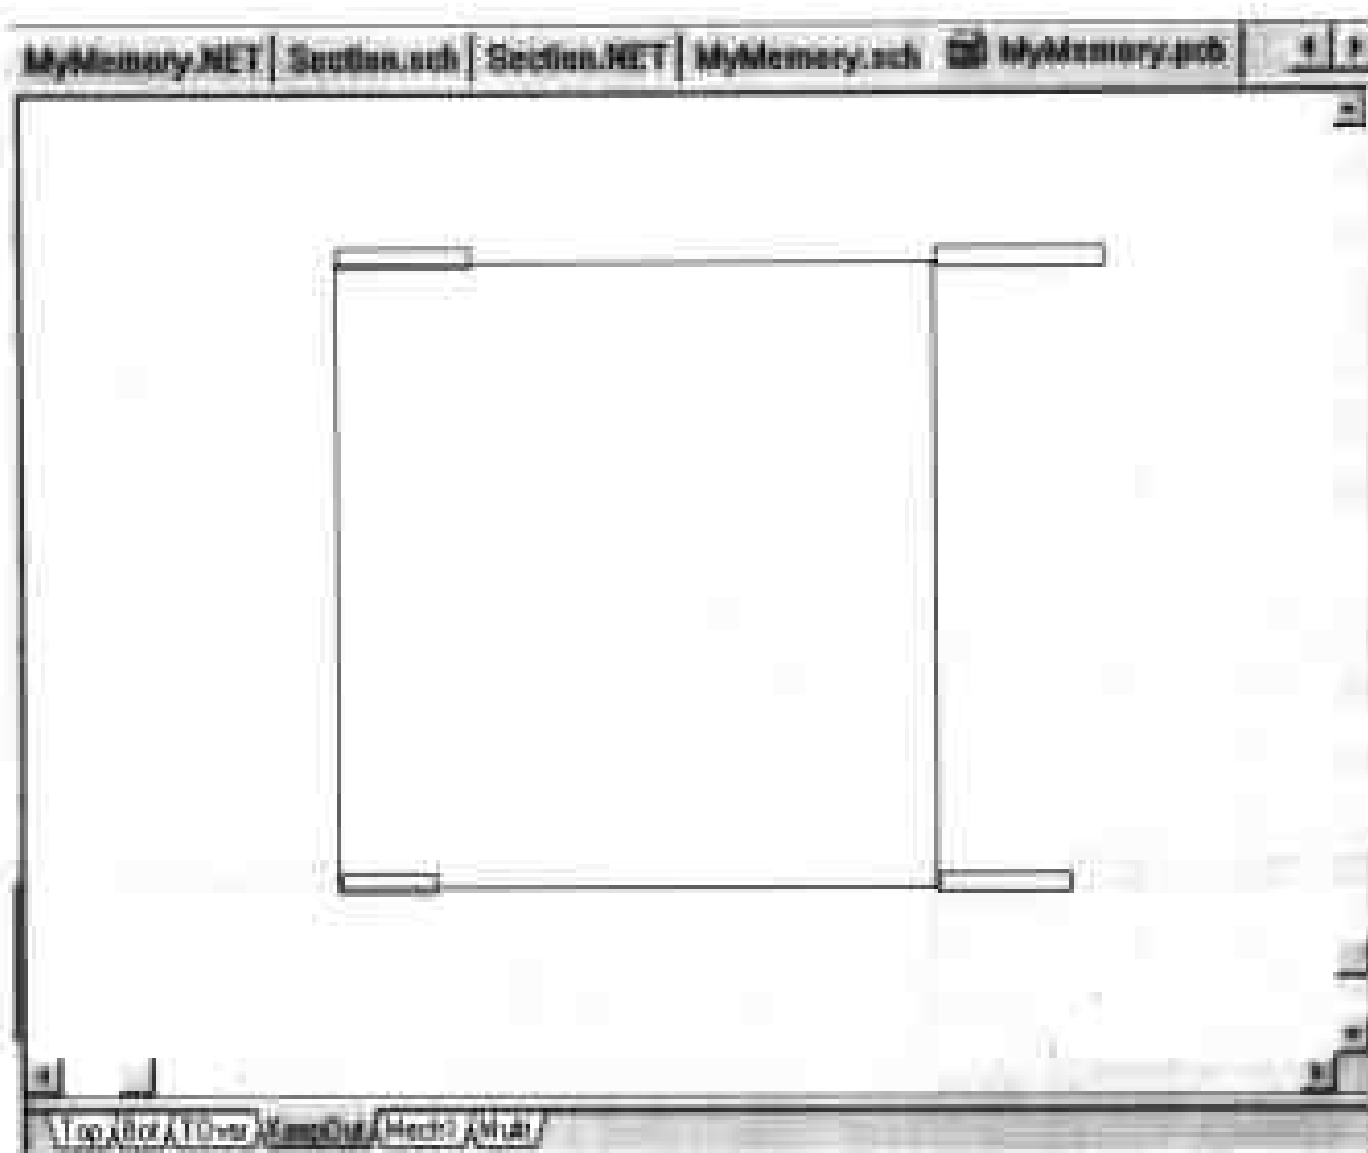

图 8-4 设置完电路板的边框
(1) 创建一个新的 PCB 文件。按照第 5 章的方法创建一个新的 PCB 文件(本例创建为 MyMemory.pcb)。
(2) 绘制 PCB 的边框。在设计管理器中双击新的 PCB 文件名(MyMemory.pcb),打开该文件。按照第 5 章介绍的方法,通过放置相对原点来绘制 PCB 的边框,如图 8-4 所示。注意必须在 KeepOut 板层中绘制。